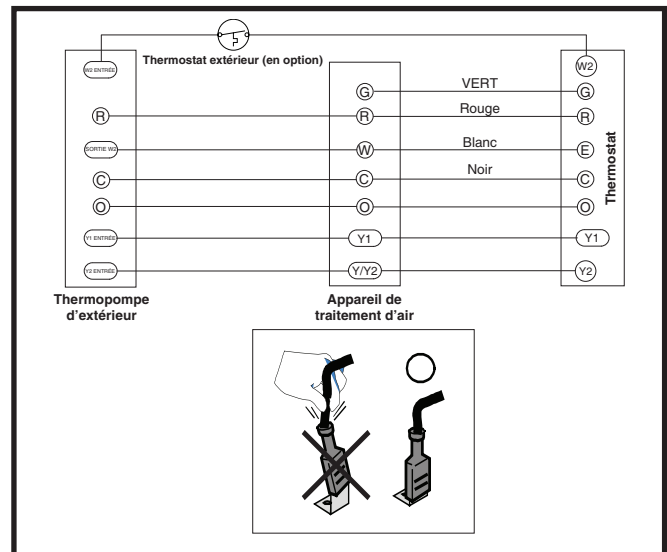

Figure 2. Thermopompe bi-étages typique avec thermostat extérieur en option et appareil de traitement d'air à vitesse variable
- Les branchements du thermostat doivent être effectués conformément aux directives qui accompagnent le thermostat et l'équipement intérieur. Une installation résidentielle typique avec thermostat de thermopompe et appareil de traitement d'air est montrée à la Figure 2.